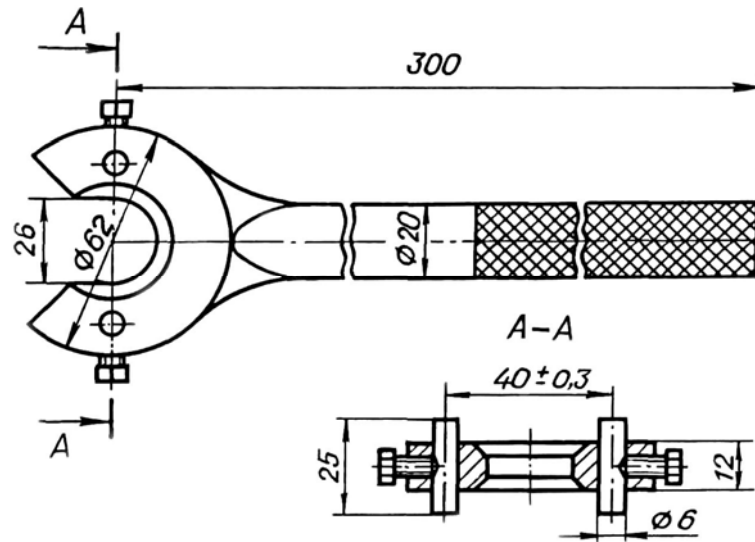

Рис.57. Специальный ключ
4. Совместите отверстия в цилиндре 41 и крышке 25 и с помощью специального ключа (рис.57) втяните кольцевой штифт 26 в выточку цилиндра до упора.